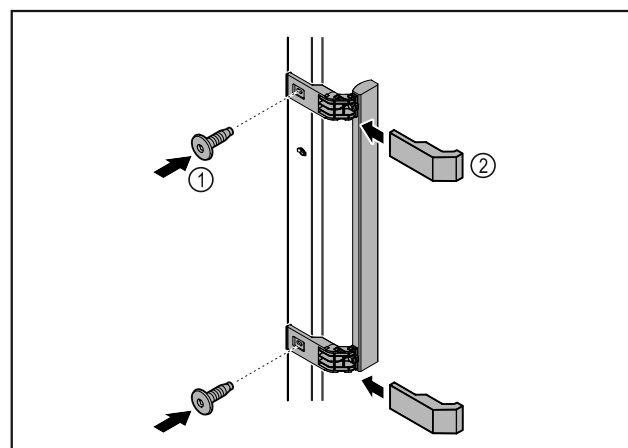

Fig. 8
- ▶ Meegeleverde greep met de meegeleverde schroeven *Fig. 8 (1)* op de deur aanbrengen.
- ▶ Afdekplaatje *Fig. 8 (2)* plaatsen.